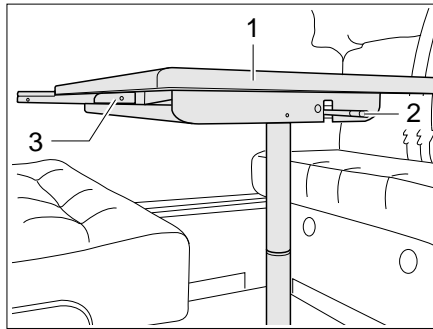
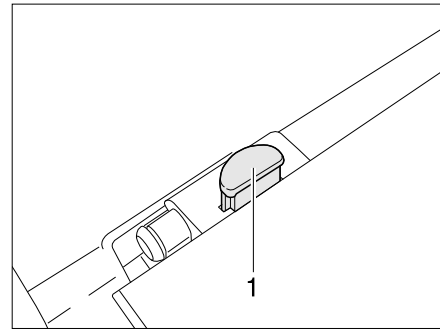

Bild 69 Hängetisch vergrößern
Bild 70 Hängetisch mit Gelenkstützfuß
- Den Sicherungshebel (Bild 69,4) an der Unterseite der Tischplatte lösen.
- Die Tischplatte (Bild 69,3) vorn leicht anheben und bis zum Anschlag zur Fahrzeugmitte hin ziehen.
- Die eingelegte Tischplattenverlängerung (Bild 69,8) schwenkt nach oben.
- Den unteren Teil des Stützfußes (Bild 69,6) nach unten herausziehen und beiseite legen.
- An der Verriegelung (Bild 69,2) den Entriegelungsknopf (Bild 70,1) drücken
- Den Hängetisch aus der oberen Einhängeschiene (Bild 69,1) aushängen.
- Den Hängetisch in die untere Einhängeschiene (Bild 69,7) einhängen und mit dem oberen Teil des Stützfußes (Bild 69,5) auf dem Boden abstellen.